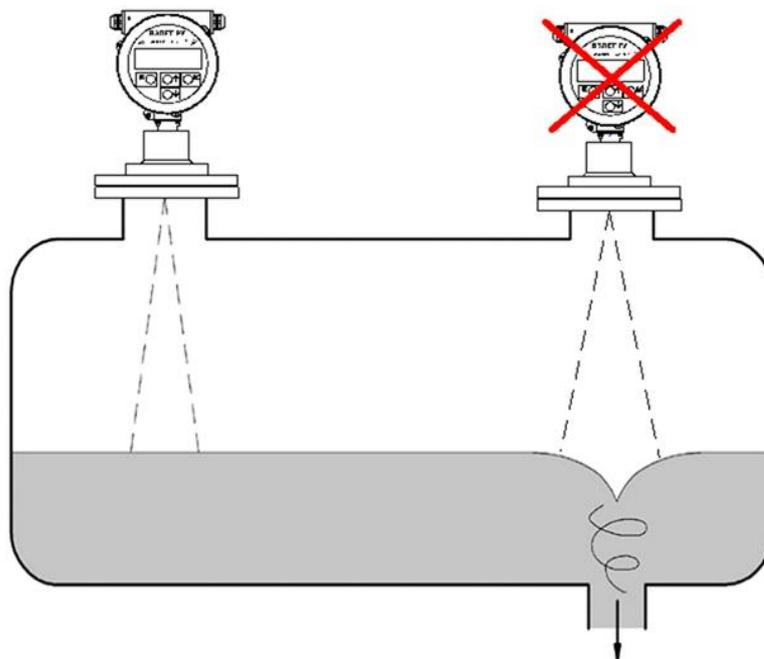

Рисунок 4 – Установка прибора на резервуар с выгрузкой продукта
4.1.3.3 При выгрузке продукта из резервуара, на поверхности продукта может образоваться воронка. Это надо учитывать при выборе места размещения прибора. Прибор необходимо устанавливать над местом с самой гладкой поверхностью продукта (см. рисунок 4).